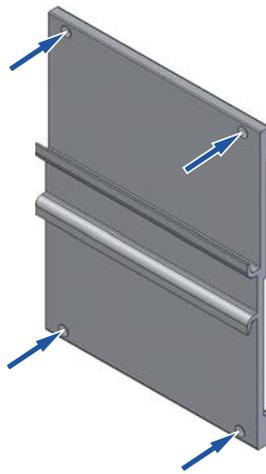

Abb. 1: Bohrlöcher anzeichnen
- Positionieren Sie die RSR20/RSR30 Wandmontageplatte als Bohrschablone an der gewünschten Stelle an der Wand und zeichnen Sie die vier Bohrlöcher an (siehe Abb. 1).
- lösen Sie die beiden unteren Schrauben am Gerät (siehe Abb. 1 bzw. 2).